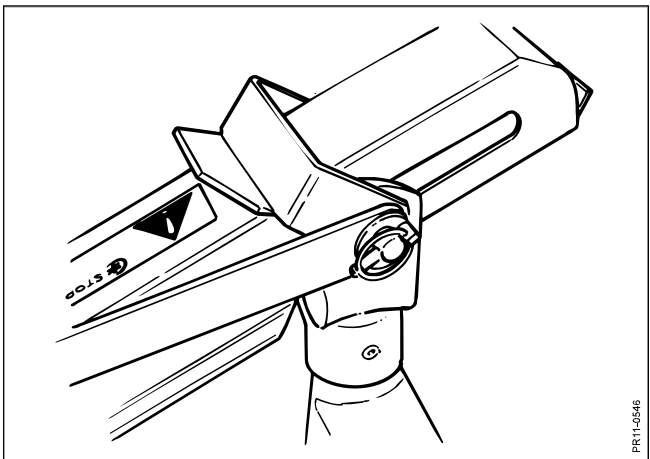

Fig. 2-8
- Fig. 2-8:** Maskinen är också försedd med ett parkeringslås (gult), vilket skall vridas tillbaka, före körning i fält.